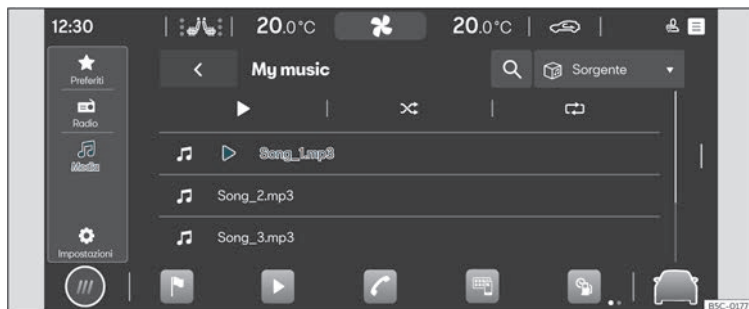

Fig. 147 Rappresentazione schematica: Visualizzazione multimediale
- Premere **HOME** > ► > **Media** >>> **fig. 147**.